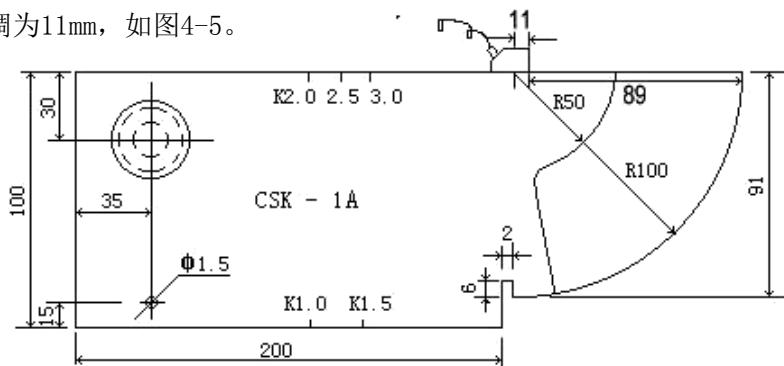
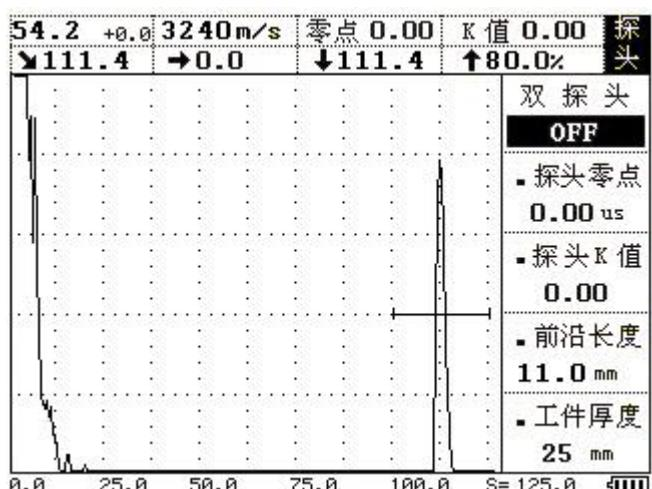

图 4-4
图 4-5
3、校准探头前沿：将探头放在试块上并移动，使得 R100mm 的圆弧面的反射体回波达到最高，用直尺量出探头前端面 89mm，此时探头的前沿值为 $100 - 89 = 11\text{mm}$ 。如图 4-4 所示，之后按 **探头** 键进入探头菜单，再用 **▲** (上) 或 **▼** (下) 键调整到探头前沿子菜单，再按 **◀** (左) 或 **▶** (右) 键将探头前沿值调为 11mm，如图 4-5。